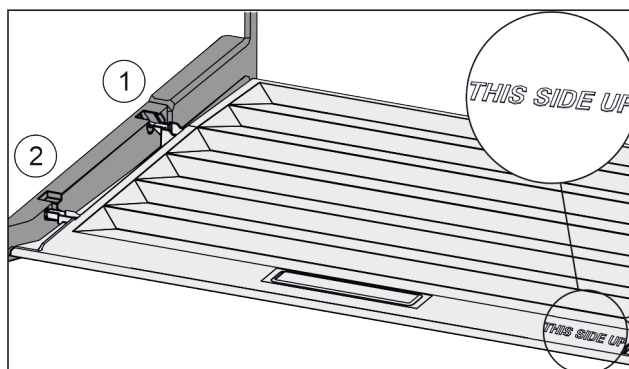

Fig. 116
- Prečke poklopca uvedite preko otvora stražnjeg držača Fig. 116 (1) i uglavite ih u držač Fig. 116 (2).